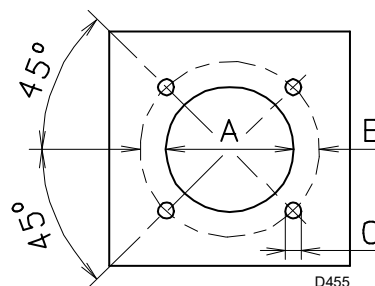

Fig. 11
Taladrar la placa de cierre de la cámara de combustión tal como se indica en Fig. 11.
- Introduzca todo el quemador a través del orificio de la caldera, precedentemente preparado, como indica la Fig. 11, y fíjelo con los tornillos suministrados.